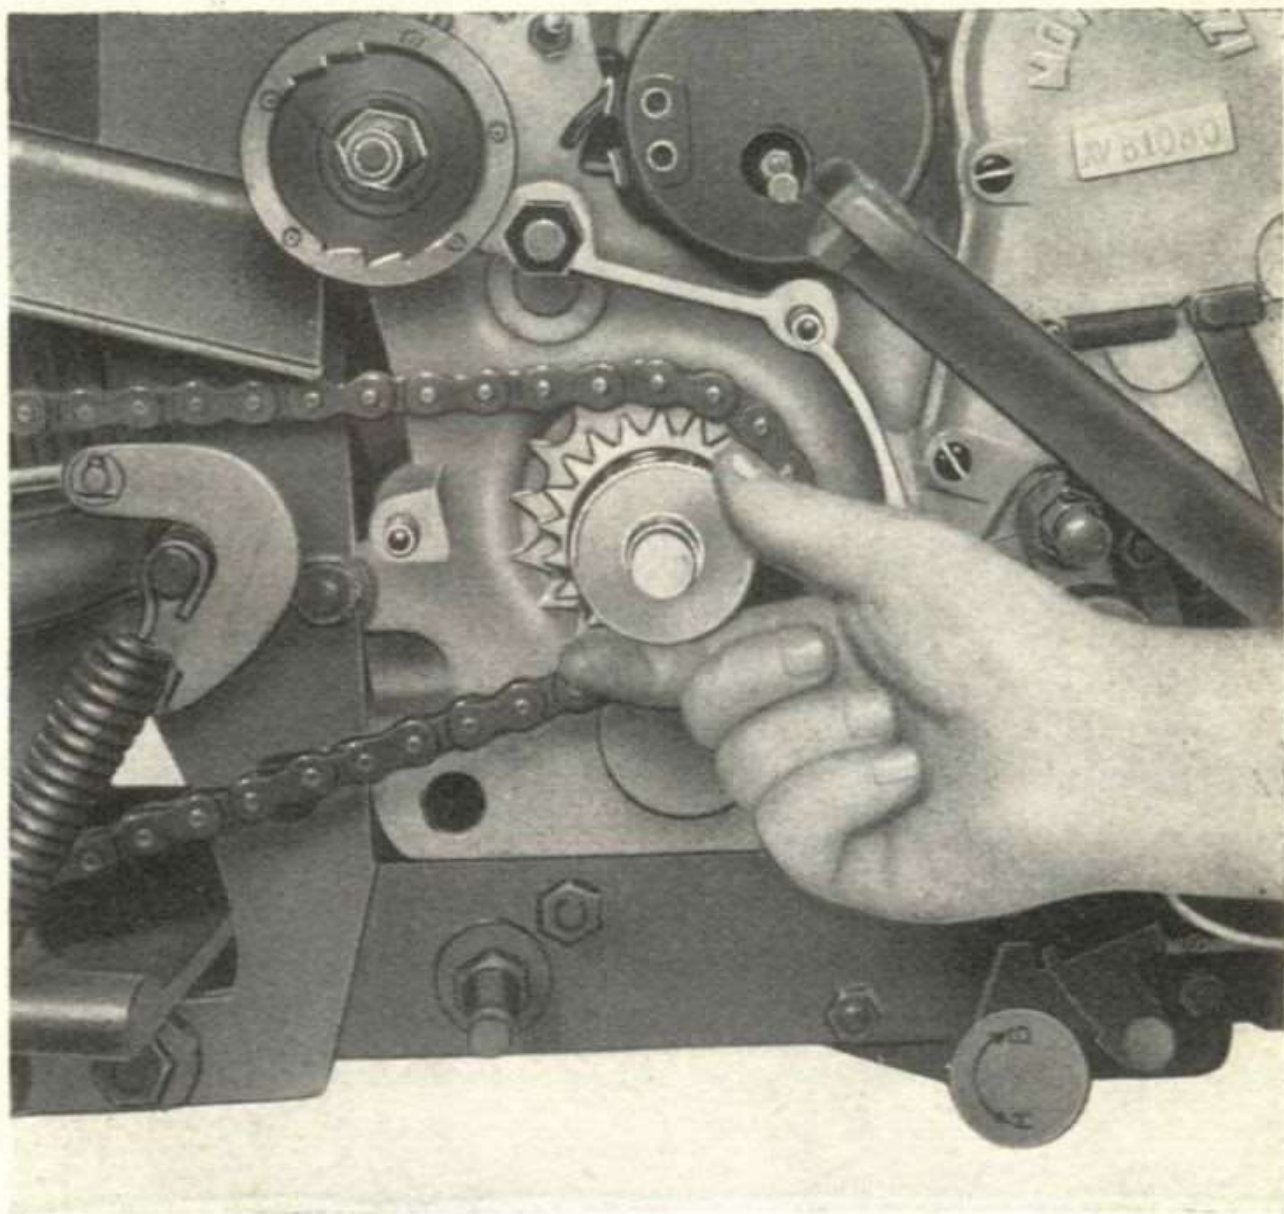

Fig. 9
a) dipende da molle troppo scariche; avvitare il disco zigrinato o sostituire le molle (ved. fig. 9);